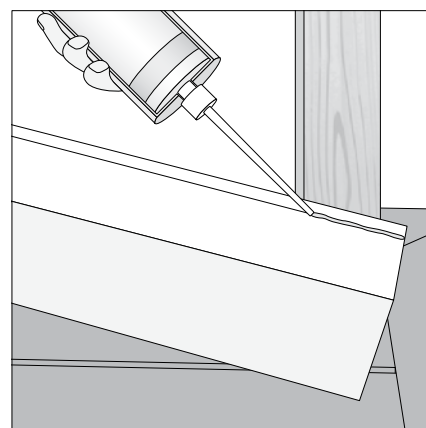

Fig. 2
- Aplique una pequeña gota de adhesivo de PVC celular Klear (lleva de 4 a 7 minutos de tiempo de trabajo) en el exterior de cada una de las uniones a lo largo de la envoltura para columnas KLEERWrap (**Fig. 2**).